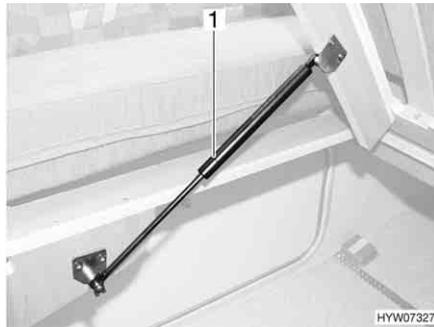

Fig. 88 Cama fija
- Levantar el somier. Los resortes por presión de gas (Fig. 88,1) retienen el somier en la posición abierta.